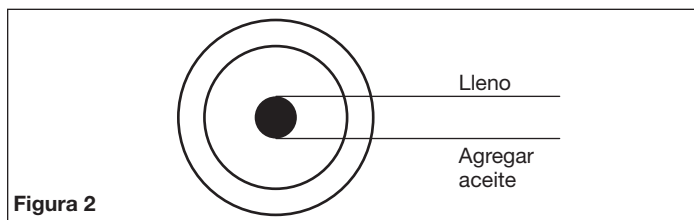

Figura 2
2. Retire el tapón de la bomba de relleno y llene la bomba con 416.98 mililitros (14.1 oz) de aceite. Utilice aceite completamente sintético para motor o aceite del tipo Mobil 1® 10W-30. No utilice aceite regular de motor como el 10W-30. Los aditivos en el aceite regular pueden causar depósitos en las válvulas y reducir la vida útil de la bomba. Para las bombas con mirilla de vidrio, el nivel del aceite puede ser revisado y mantenido como se muestra en la Figura 2.